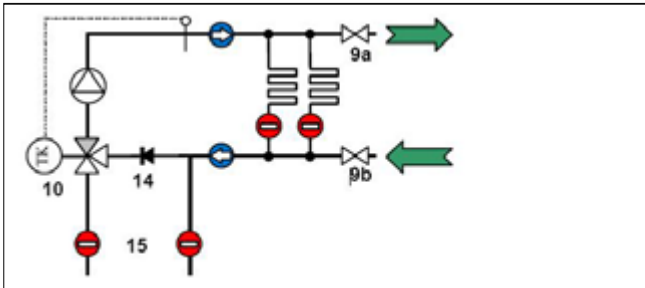

Abb. 8-3
5. Den Füllschlauch an den KFE-Hahn am Rücklauf (9b, Abb. 8-3) und den Entleerschlauch an den KFE-Hahn am Vorlauf (9a, Abb. 8-3) anschließen.